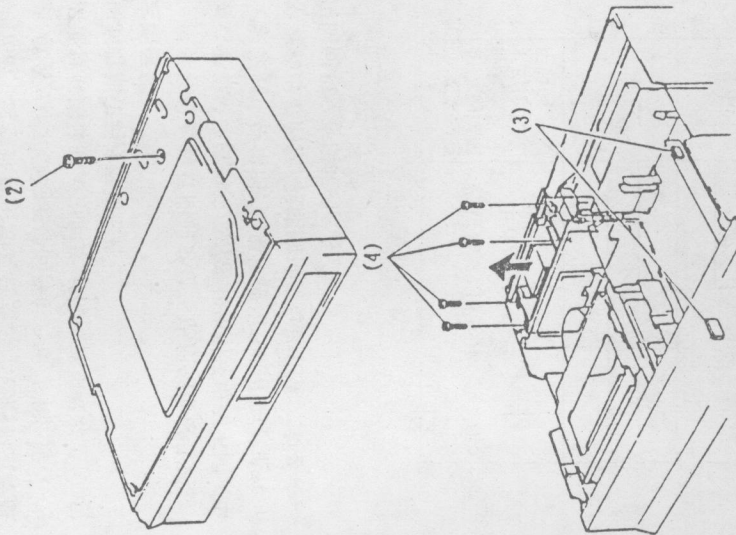

图47
②拆卸一个螺钉,如图47所示;
③从主电路板上解开两个接头器;
④拆卸4个螺钉,将稳压器电路板取出。